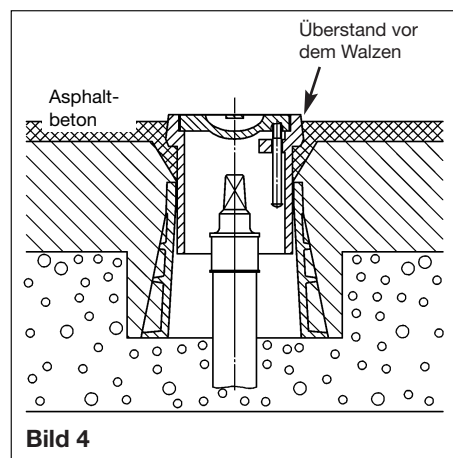

Bild 4
- Straßenkappe muss vor dem Walzen etwas überstehen. (**Bild 4**)